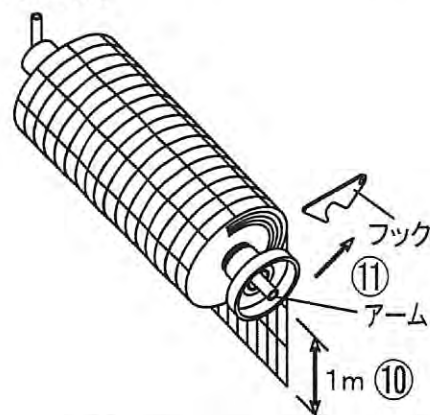
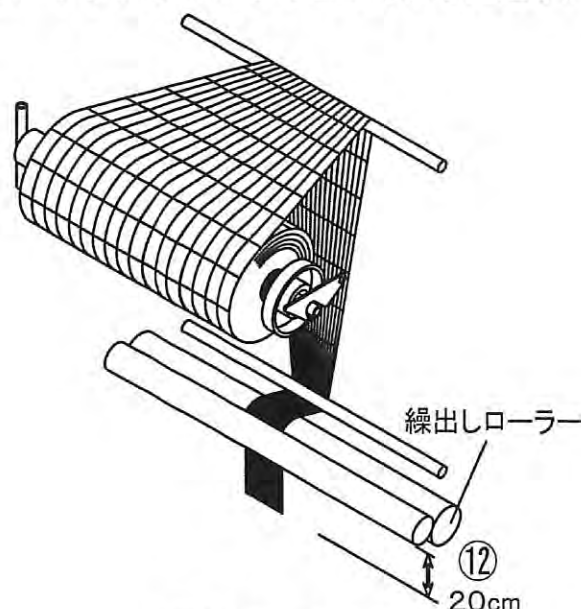

図2 (1mネットセット図)
図3 (1mネットセット図)
7. ネットを図2のように1m程度引き出す⑩。
8. アームを戻し⑪、フックで固定する。
9. ネットを束にして図3のように通す。